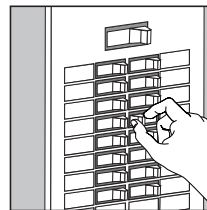

FIG. 2
**FIG. 2.** Place either the main (Master) switch to the "OFF" position, cutting off power to your entire home OR turn off the individual switch that provides power to where the fixture will be installed.
**FIG. 2.** Coloque el interruptor principal (Maestro) en la posición "OFF" (apagado), cortando el suministro de energía de todo su hogar, o bien, desconecte el interruptor individual que provee energía al lugar donde estará instalado el artefacto eléctrico.